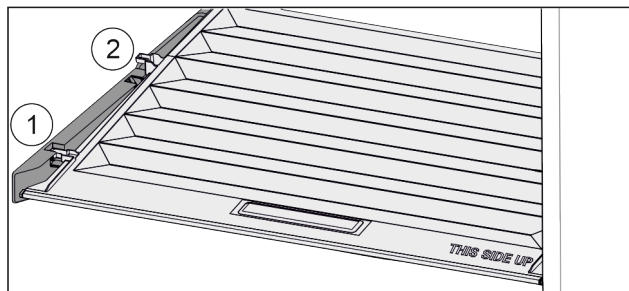

Fig. 45
- ▶ Vytáhněte víko dopředu až k otvoru v přídržných dílech Fig. 45 (1).
- ▶ Vzadu zespolu nadzvedněte a vyjměte směrem nahoru Fig. 45 (2).